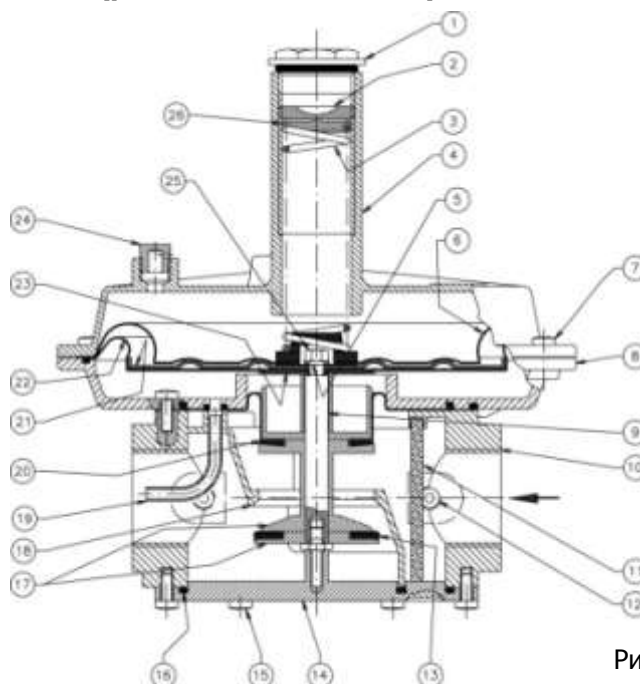

Рис. 2
Регулятор (рис. 2) состоит из: колпачок (1); регулировочный винт (2); пружина регулирования исходящего давления (3); раструб (4); зубчатая шайба (5); предохранительная мембрана (6); винты крепления раструба (7); фланец (8); центральный штифт (9); корпус (10); фильтрующий элемент (11); штуцер для отбора давления (12); уплотняющая прокладка (13); нижняя панель (14); винты крепления нижней панели (15); нижнее уплотнительное кольцо (16); затвор (17); седло (18); встроенный импульс (19); компенсационная мембрана (20); верхний диск мембраны (21); рабочая мембрана (22); нижний диск мембраны (23); пылезащитный колпачок (24); центральная гайка (25), шайба пружины (26).